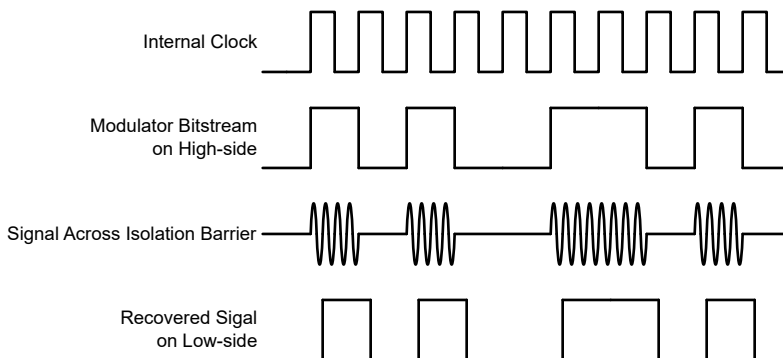

図 7-1. OOK ベースの変調方式
図 7-1 に示されているように、AMC0380D は、オン / オフ キーイング (OOK) 変調方式を使用して、変調器の出力ビットストリームを、 SiO_2 ベースの絶縁膜間で伝送します。送信ドライバ (TX) をに 機能ブロック図 示します。TX は、内部で生成された高周波キャリアを絶縁バリア越しに送信し、デジタル 1 を表現します。ただし、TX はデジタル 0 を表す信号を送信しません。AMC0380D で使用されるキャリアの公称周波数は 480MHz です。